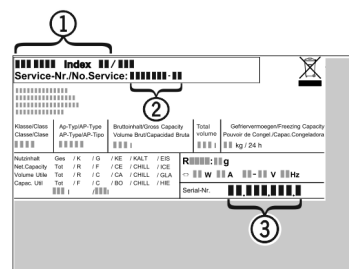

Fig. 10
- ▶ Обратитесь в сервисную службу и сообщите вид неисправности, наименование устройства Fig. 10 (1), сервисный № Fig. 10 (2) и серийный № Fig. 10 (3).